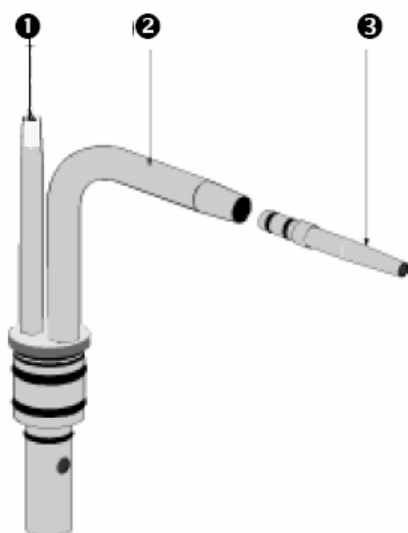

Рис.10. Сдвоенная соединительная трубка
- Отсасывающий шланг с диаметром 10 мм наденьте непосредственно на штуцер (2, рис. 10), а шланг диаметром 6 мм через переходник 3.